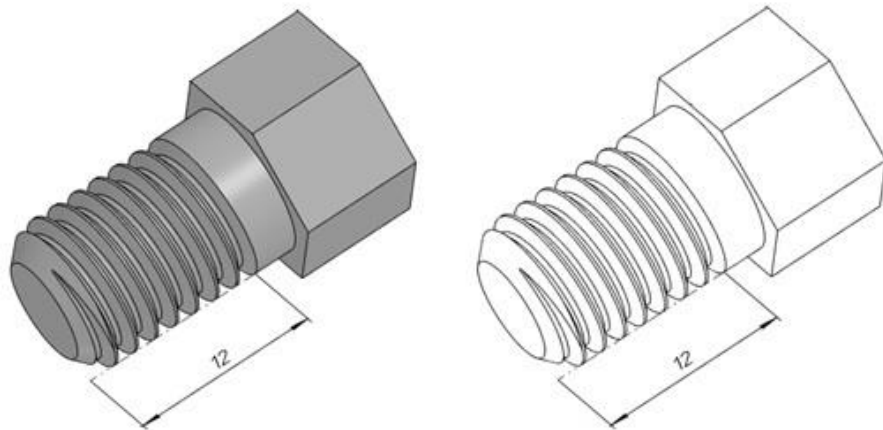

Рис. 1
- 1) По данному образцу и эскизу (Рис. 1) разработайте технологическую карту (Таблица 1) для изготовления пробки масляного поддона.